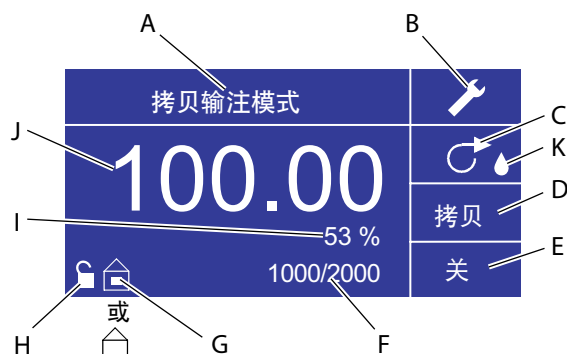

图 3-6 拷贝输注模式屏幕
7. **设置批次数量：**使用方向按钮和输入键，从操作屏幕上选择批次数量图标（参见图 3-6中的位置F）。在批次数量屏幕上使用上/下箭头调整批次数量。按下输入键，确认所设批次数量。如果数量被设定为零（0），控制台将会进行无限次循环，∞符号将会显示出来。选择退出选项，返回到拷贝输注模式屏幕。
9. **重设批次数：**使用方向按钮和输入键来选择“批次数”图标（参见图3-6中的位置F）。在批次数屏幕中选择重设，按下输入键重设批次数。选择退出选项，返回到拷贝输注操作屏幕。